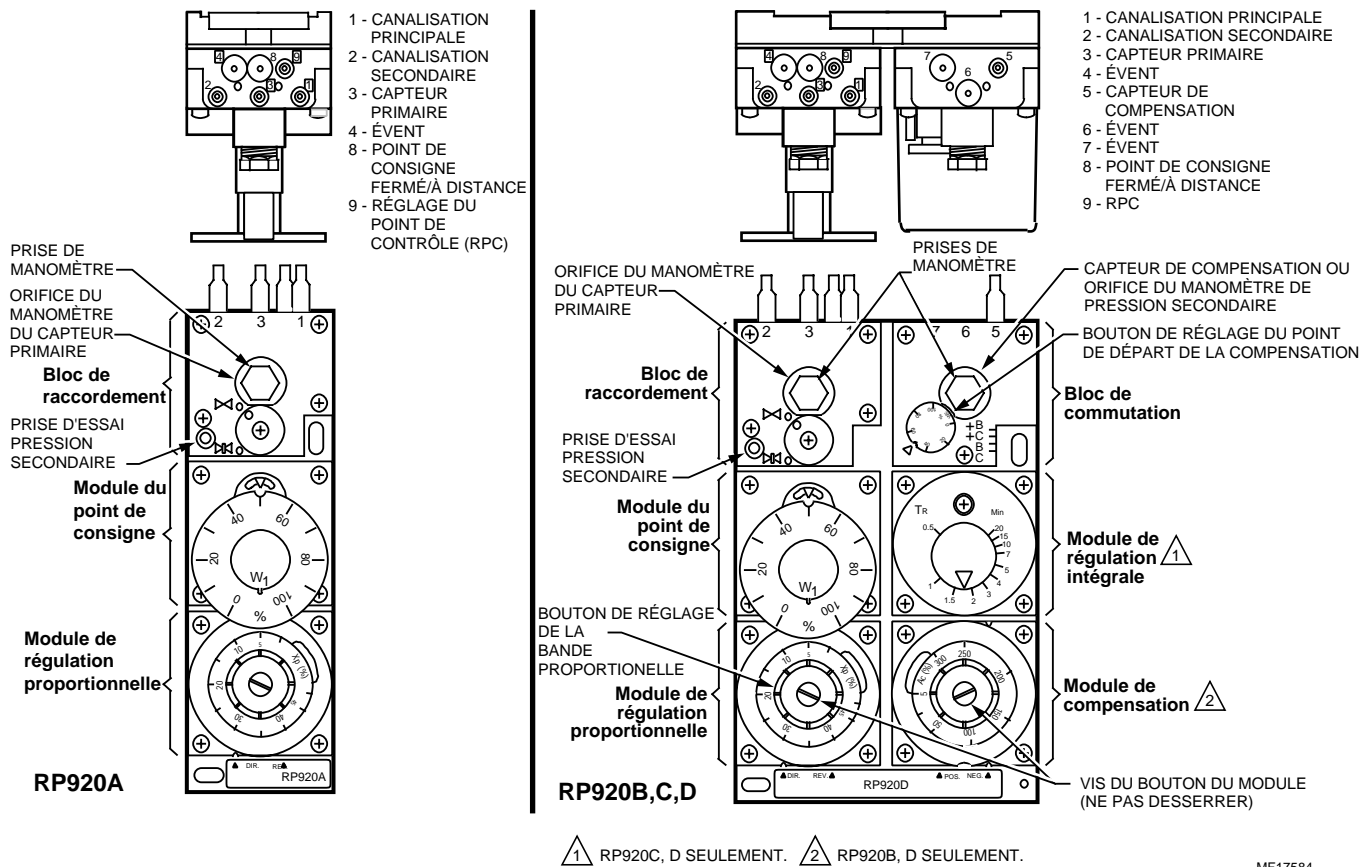

Fig. 2. Emplacement des modules et des orifices.
1. S'il faut une connexion aux orifices 4,6, 7 ou 8 (Fig. 2), retirer la vis autotaraudeuse de l'orifice 8 et utiliser la vis pour tarauder l'orifice adéquat.
1. Pousser la canalisation sur le raccord à crans conformément aux plans de l'installation. Voir la Fig. 2 pour connaître l'emplacement des orifices.
La position du joint d'étanchéité situé sous le module du bloc de commutation (Fig. 2) détermine la fonction du manomètre installé sur place sur le bloc de commutation. Elle détermine également si l'action intégrale est bloquée ou non. Voir le Tableau 1 pour connaître les réglages de l'usine et ceux qu'il est possible de faire sur place.
Ajuster la bande proportionnelle (X_p) en fonction des plans en utilisant le bouton de réglage de la bande proportionnelle (X_p) situé sur le module de régulation proportionnelle (Fig. 2).
Régler l'autorité (A_c) selon les plans en utilisant le bouton de réglage de l'autorité (A_c) situé sur le module de compensation (Fig. 2).
Régler le point de départ de la compensation (W_c) selon les plans (tableau de compensation) à l'aide du bouton de réglage du point de départ de la compensation (W_c) (Fig. 2). Dans le cas de capteurs à action directe, le réglage du bouton est égal à la valeur de compensation correspondant à la valeur la plus basse indiquée pour le capteur primaire (en fonction du tableau de compensation). Voir les Fig. 9 et 10. Si la valeur indiquée n'est pas exprimée en pourcentage, convertir cette valeur en pourcentage de la gamme du capteur de compensation ou consulter le Tableau 2. Voici comment utiliser le Tableau 3 (voir Annexe) :
Régler le délai de compensation (T_r) en fonction des plans en utilisant le bouton de réglage du délai de compensation (T_r) (Fig. 2) :